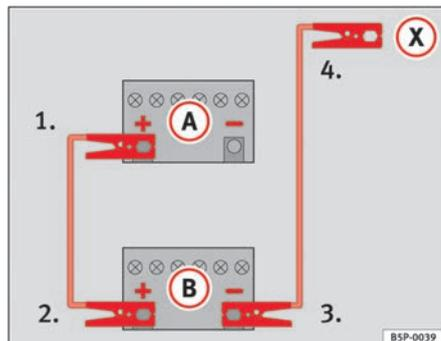

Abb. 163 Schema für das Anklemmen der Starthilfekabel
In der  $\Rightarrow$  Abb. 163 ist **(A)** die entladene Batterie und **(B)** die stromgebende Batterie.
1. Klemmen Sie ein Ende des roten Starthilfekabels an den Pluspol  $\Rightarrow$  Abb. 163 **(+)** des Fahrzeugs mit der entladenen Batterie  $\Rightarrow$  .